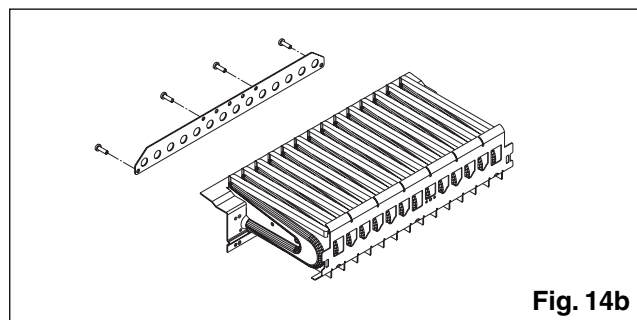

Fig. 14b
- para la transformación de GLP a gas metano quitar, si está presente, la abrazadera posterior del quemador(fig. 14b)